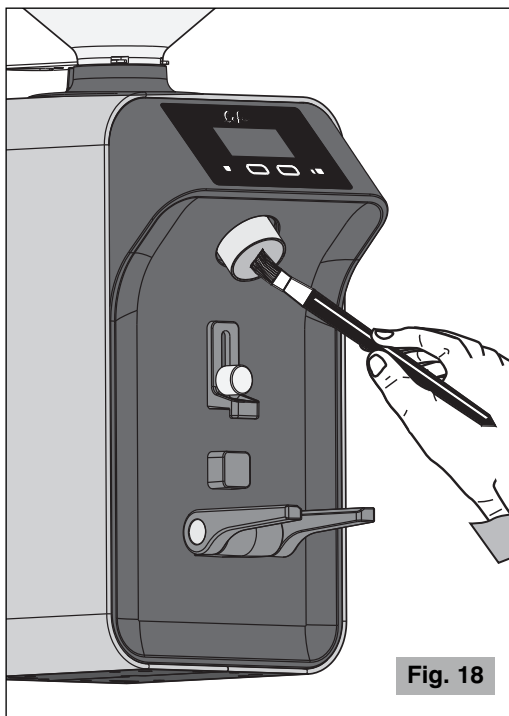

Fig. 18
- Utiliser une brosse ou un pinceau (Fig. 18) pour nettoyer les zones moins accessibles à son intérieur et un chiffon sec pour les autres surfaces.